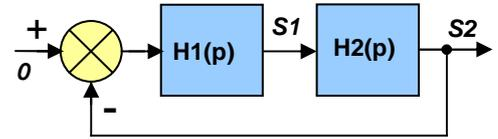

Figure 2 : Schéma bloc de l'oscillateur
Pour le schéma bloc représenté sur la figure 2, on montre que la fonction de transfert reliant S2 à S1 peut se mettre sous la forme :
**Q2** : Exprimer S1(p) en fonction de S2(p), Ro, R, C et la variable de Laplace p. En déduire l'expression de la fonction de transfert H1(p) dans le schéma bloc représenté sur la figure 2. (attention au signe - dans le schéma bloc)